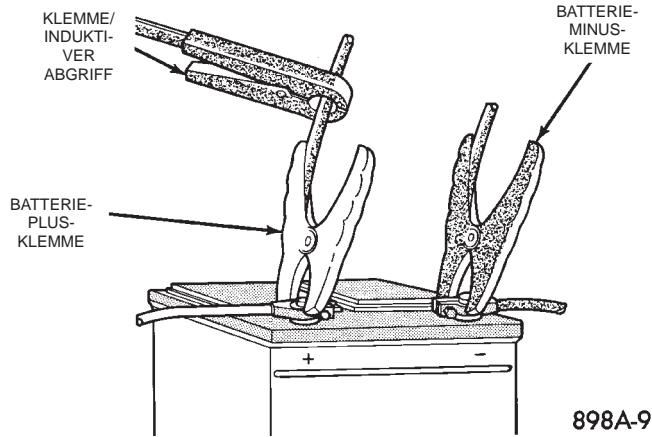
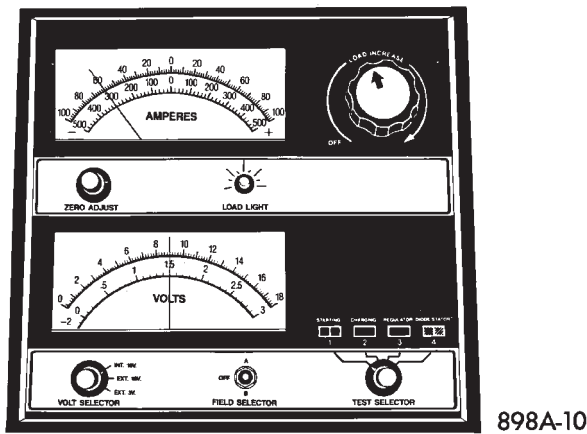

Abb. 6 Anschlüsse des Volt-/Ampere-Belastungsprüfers
Abb. 7 Oberflächenspannung von der Batterie abbauen
(1) Batterie aus dem Fahrzeug ausbauen. Die Oberseite der Batterie sowie die Batteriekabel und -pole müssen sauber sein. Erscheint im Prüfindiktor nicht die grüne Kugel, die Batterie wie in diesem Kapitel beschrieben laden.
(2) Einen Volt-/Ampere-Belastungsprüfer an den Batteriepole anschließen (Abb. 6). Den Regler des Kohleschichtpotentiometers so weit drehen, daß ein Strom von 300 Ampere fließt und die Oberflächenspannung der Batterie abgebaut wird. Den Regler nach 15 Sekunden wieder zurück in Stellung "Off" (Aus) drehen (Abb. 7).
(2) Einen geeigneten Volt-/Ampere-Belastungsprüfer an den Batteriepolen anschließen (Abb. 6). Den Regler des Kohleschichtpotentiometers so weit drehen, daß ein Strom von 300 Ampere fließt und die Oberflächenspannung der Batterie abgebaut wird. Den Regler nach 15 Sekunden wieder zurück in Stellung "Off" (Aus) drehen (Abb. 7).